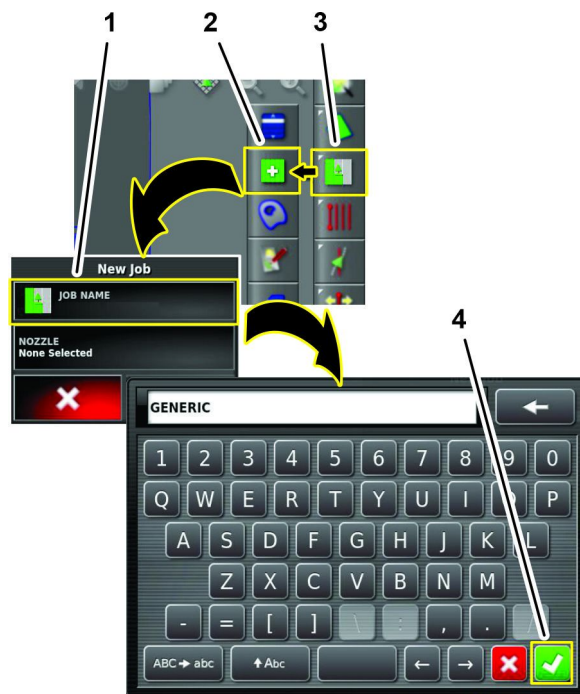

図 236
2. 画面上キーボードから一般作業名を入力し、承認アイコンを押す 図 236。
1. 作業メニューを押し、新しい作業を作成アイコンを押す 図 236。